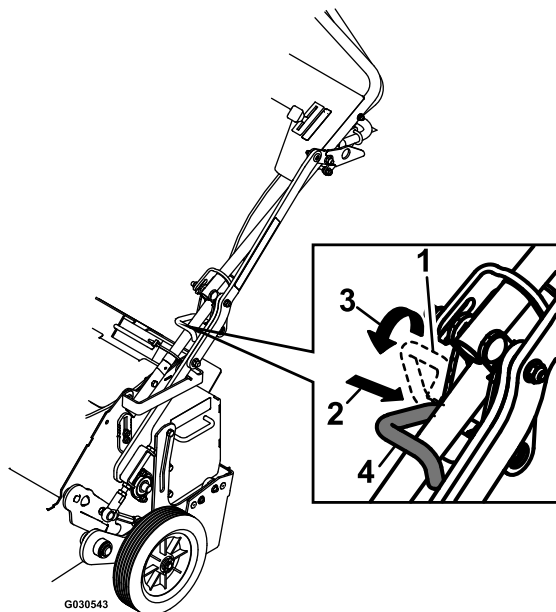

Рисунок 4
**Примечание:** Убедитесь, что транспортная защелка зафиксирована на рукоятке (Рисунок 4).
**Примечание:** Проследите, чтобы при транспортировке машины транспортная защелка была зафиксирована (см. раздел Рисунок 4).